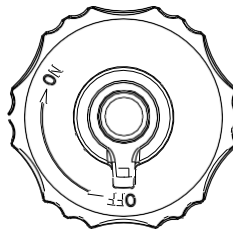

Рисунок 2-9. Кришка паливного баку
3. Очистіть область навколо кришки паливного баку та поверніть у положення УВІМК. вентиляційний отвір кришки паливного бака. Див. Рисунок 2-9.